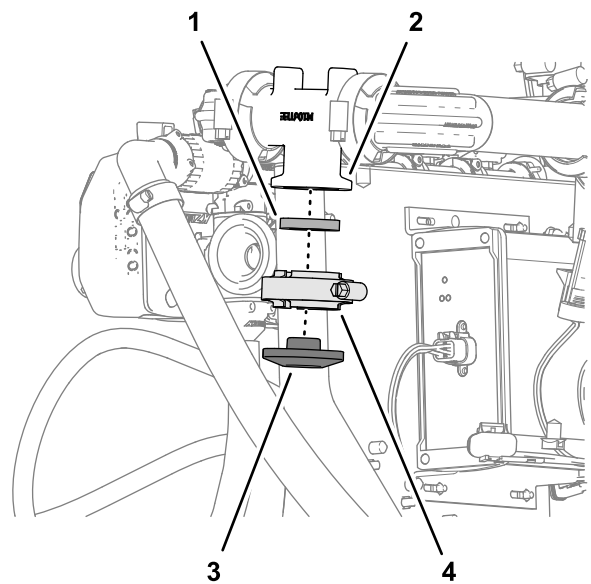

Bild 138
3. Montieren Sie die einfache Kappe mit der Flanschklemme und der Dichtung, die Sie in Schritt 2 entfernt haben, am Verteiler des Durchflussmessgeräts und ziehen Sie die Klemme mit der Hand an (Bild 138).